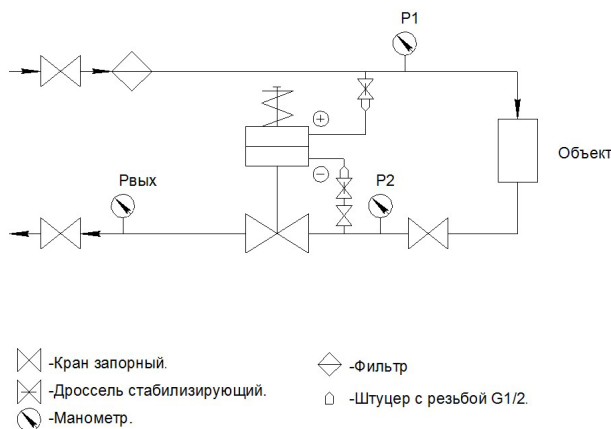

Рисунок 4
– установить два штуцера из комплекта регулятора на трубопровод согласно схеме подключения регулятора (рис. 4) в месте, удобном для подсоединения импульсных линий. Штуцеры вкручивается